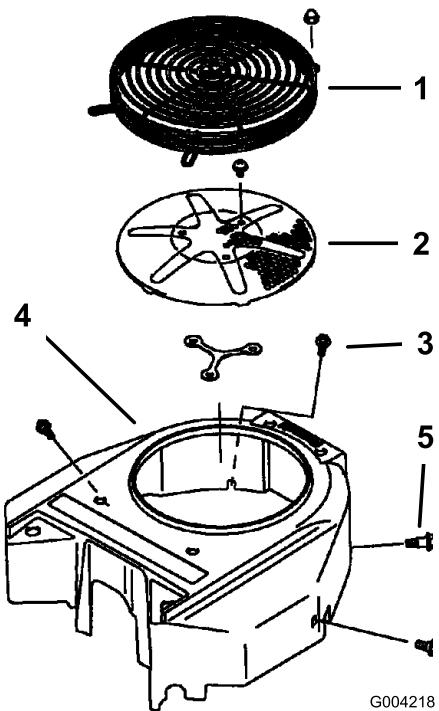

Bild 82
3. Entfernen Sie das Luftansauggitter, den Rücklaufstarter und das Lüftergehäuse (**Bild 82**).
5. Montieren Sie das Luftansauggitter, den Rücklaufstarter und das Lüftergehäuse (**Bild 82**).